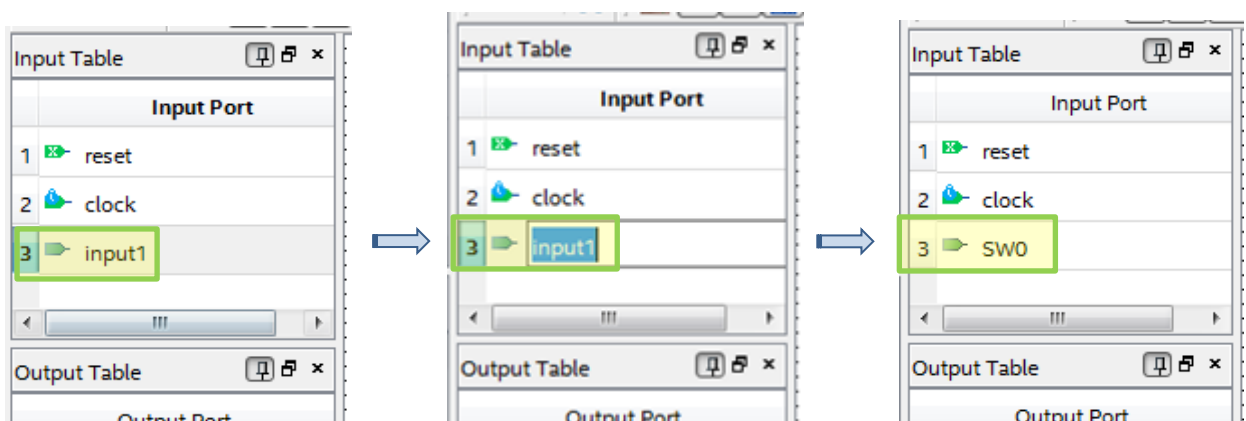

Рис. 12 Создание новых входных сигналов конечного автомата
3.4. С помощью инструмента  создайте новый входной сигнал **input1** (рис. 12). Затем выделите его, с помощью правой кнопки мыши выберите из выпавшего списка опцию **rename** (либо дважды кликните ЛКМ на имени, либо выделите мышкой и нажмите **Enter**), выберите «**Ok**» в появившемся окне, и затем в окне редактирования с выбранным именем задайте новое имя **SW0**.